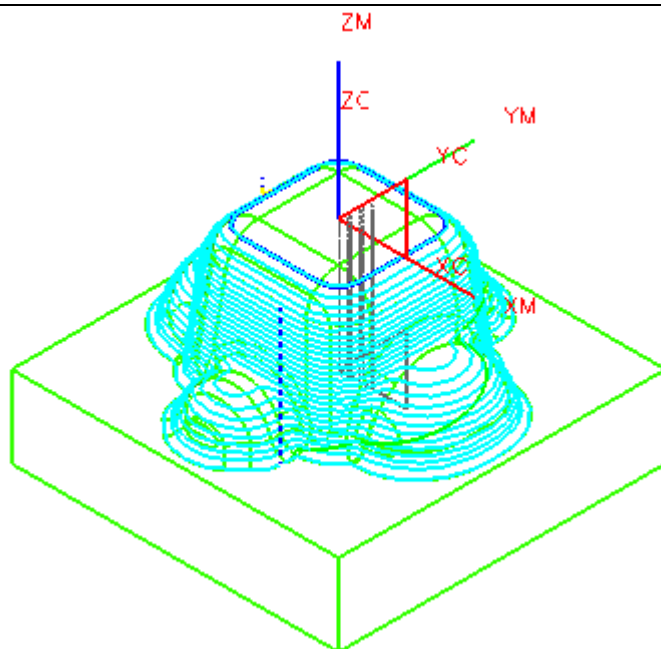

图 5-51
- 在操作对话框中，单击 ，设置如图 5-51 所示的参数，单击 OK。